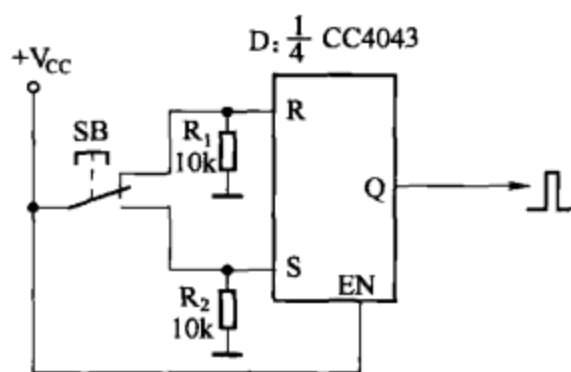

图 8-25
(1) 图 8-25 所示为 RS 触发器构成的消抖开关电路，每按一下按钮开关 SB，电路输出一个单脉冲，完全消除了机械开关触点抖动产生的抖动脉冲。当按下 SB 时，输入端 $S=1$ 使触发器置“1”，输出端 $Q=1$ 。这时即使 SB 产生机械抖动，只要机械触点不返回到 R 端，输出端 Q 仍保持“1”不变，消除了抖动脉冲信号。同理，当松开 SB 时，输入端 $R=1$ 使触发器置“0”，虽然 SB 产生机械抖动，但输出端 Q 仍保持“0”不变。